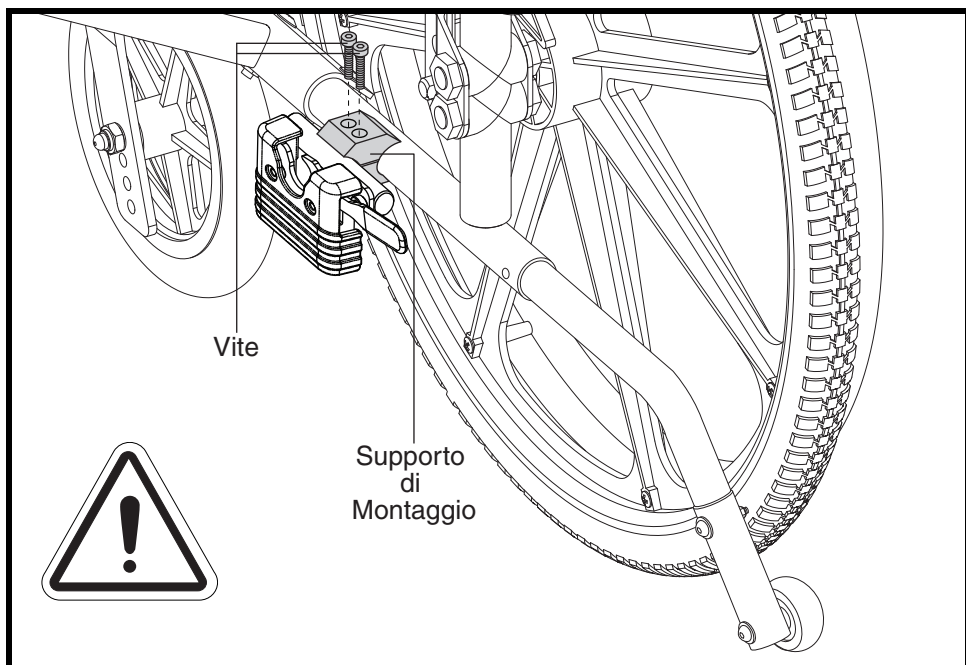

Figura 2. Installazione del supporto di montaggio
2. Installare un supporto di montaggio in fondo a ciascun lato del telaio della carrozzina e stringere gli accessori metallici. Mantenere i due supporti di montaggio nella stessa posizione assiale su ciascun lato del telaio. **Vedere figura 2.**